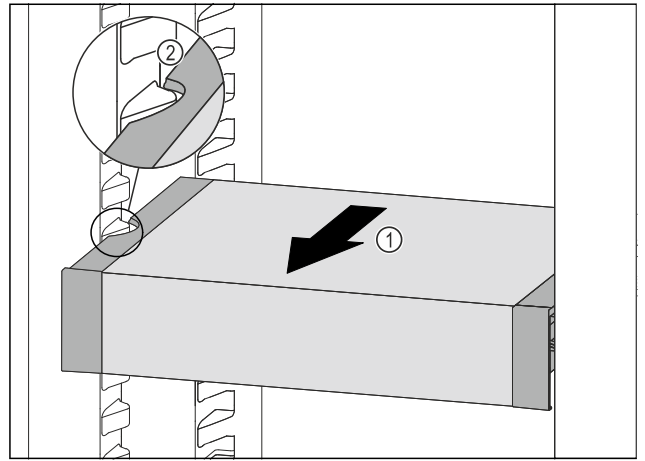

Fig. 110
- ▶ VarioSafe nach vorne ziehen Fig. 110 (1), bis sich die seitlichen Aussparungen des VarioSafes auf Höhe der Behälterrippe im Kühlteil befinden. Fig. 110 (2)